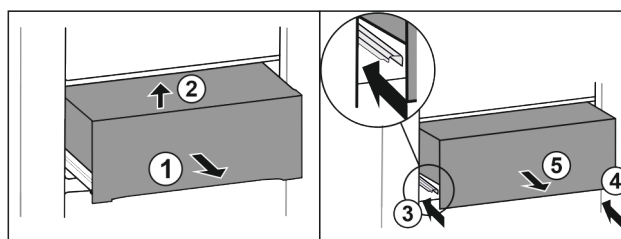

Fig. 40*
- ▶ Vytiahnite zásuvku do polovice Fig. 40 (1).*
- ▶ Nadvihnite ju dopredu Fig. 40 (2).*
- ▶ Zasuňte ľavú koľajničku Fig. 40 (3).*
- ▶ Zasuňte pravú koľajničku Fig. 40 (4).*
- ▶ Odoberte zásuvku dopredu Fig. 40 (5).*